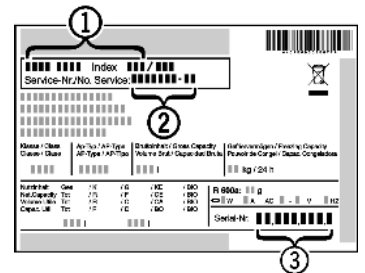

Fig. 24
- ▶ Gerätebezeichnung Fig. 24 (1), Service-Nr. Fig. 24 (2) und Serial-Nr. Fig. 24 (3) vom Typenschild ablesen. Das Typenschild befindet sich an der linken Geräteinnenseite.
- ▶ Den Kundendienst benachrichtigen und den Fehler, Gerätebezeichnung Fig. 24 (1), Service-Nr. Fig. 24 (2) und Serial-Nr. Fig. 24 (3) mitteilen.